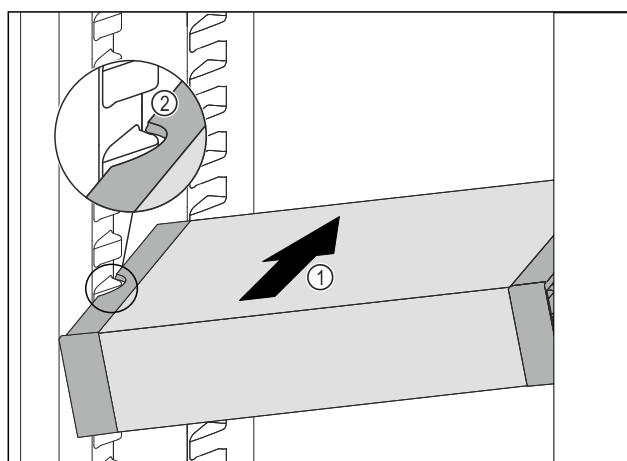

Fig. 78
- ▶ Lükake VarioSafe'i kaldu jahutusosasse Fig. 78 (1), kuni VarioSafe'i külgmised väljalõiked Fig. 78 (2) asuvad jahutusosas anumaribi kõrgusel.